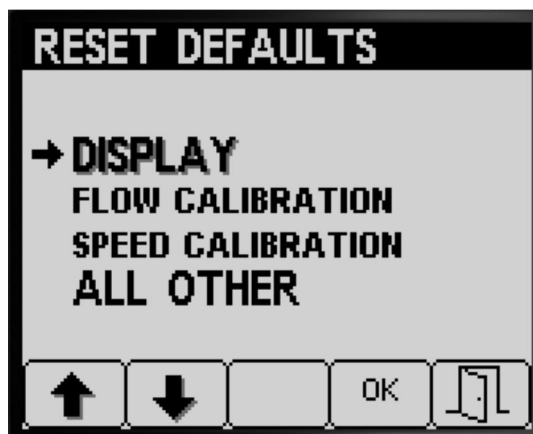

Figura 35
4. Apăsai butonul 4 pentru a reseta setările pentru opțiunea selectată (Figura 35).
5. Repetă pașii 3 și 4 pentru alte opțiuni pe care dori să le resetezi (Figura 35).
6. Apăsai butonul 5 pentru a salva setările dumneavoastră și pentru a părăsi ecranul RESET DEFAULTS (resetare la setări implicite) și pentru a reveni la ecranul SETTINGS (setări) (Figura 35).